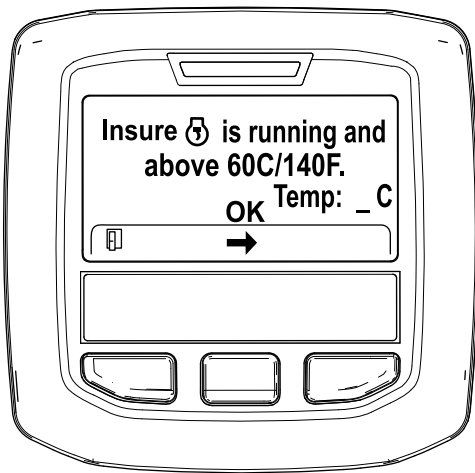

Figura 48
- Se a temperatura do líquido de refrigeração for inferior a 60°C, surge a mensagem "Insure  is running and above 60°C/140°F" (Confirme que está a trabalhar e acima de 60°C/140°F) (Figura 48).